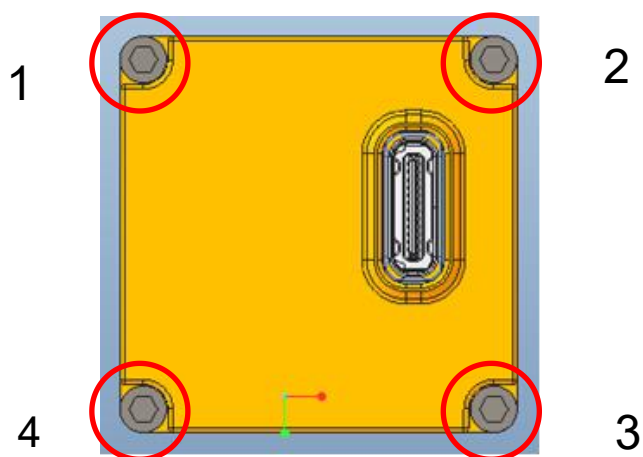

图 38 接口板安装结构图
1) 螺钉锁紧或者拆机的时候按照对角交叉的顺序，逐步锁紧或扭松，不要一次到位。如下图 38 所示，按照 1、3 和 2、4 的顺序来紧固；